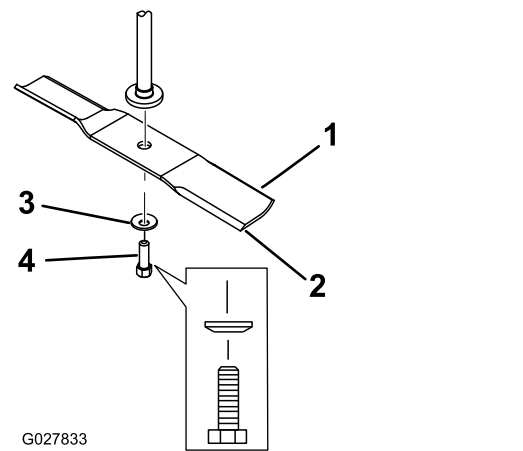

Figure 61
2. Enlevez de l'axe le boulon, la rondelle bombée et la lame (Figure 61).
1. Placez la lame sur l'axe (Figure 61).
2. Montez la rondelle bombée (face concave vers la lame) et le boulon de lame (Figure 61).